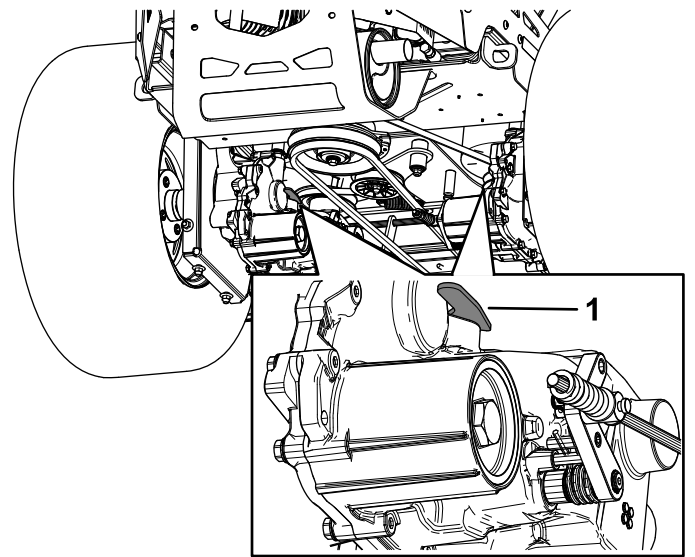

Figura 37
3. Para empujar la máquina, mueva ambas palancas de desvío hacia adelante y bloquéelas en esa posición (Figura 37).
5. Para conducir la máquina, mueva las palancas de desvío hacia atrás y bloquéelas en esa posición (Figura 37).